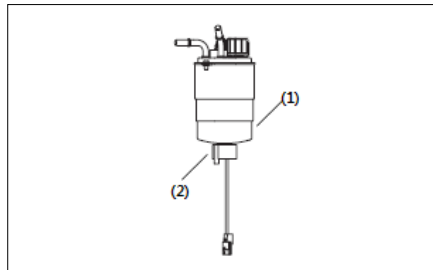

Рис. 5-2.
4. Поместите одобренную емкость под водоотделитель для сбора воды и загрязнений. (Рис. 5-2, (1))
5. Откройте сливной кран на дне водоотделителя топливного фильтра. Слейте воду из водоотделителя. (Рис. 5-2, (2))